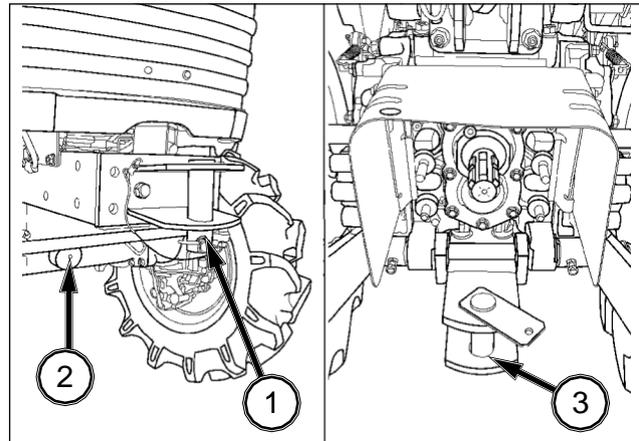

FIG. 86
FIG. 86: Cuando eleve el eje delantero, coloque el gato bajo el gancho de enganche delantero (1) o la articulación delantera (2). Para levantar el eje trasero, coloque el gato bajo el enganche trasero (3).